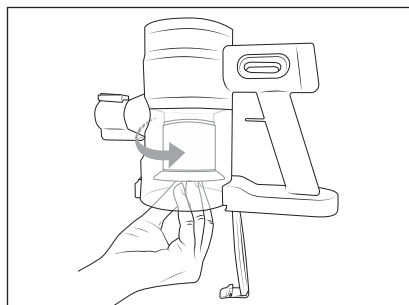

Fig. 15
- 6) Vuelva a colocar el filtro de acero inoxidable **6** y el filtro EPA **5** en el depósito de polvo **2** y gire el filtro EPA **5** en sentido antihorario hasta que quede firmemente encastrado en el depósito de polvo **2** (consulte la fig. 15).